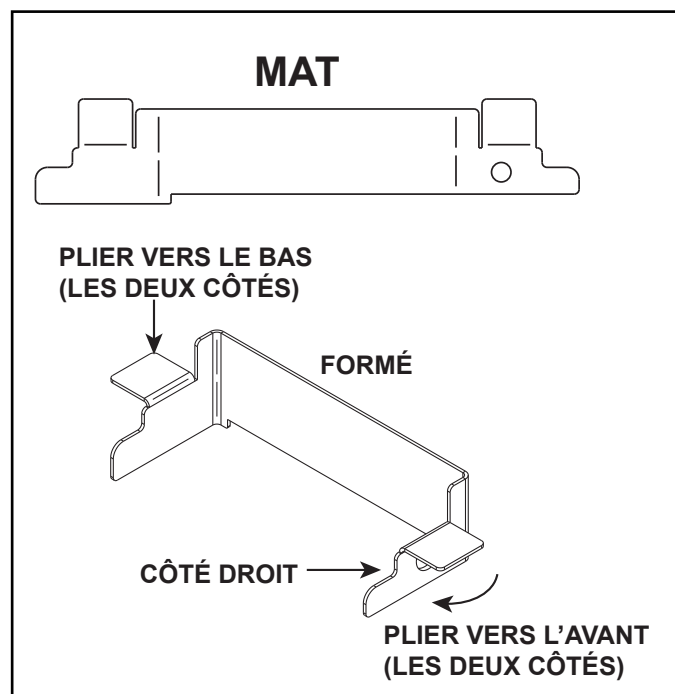

Figure 9.5 L'écran de protection de la veilleuse - plat et formé
3. Positionnez l'écran de protection de la veilleuse de remplacement de manière à ce que le trou se trouve sur le côté droit, comme illustré à la figure 9.5.
4. Pliez les mains gauche et droite vers l'avant à 90 degrés, comme indiqué à la figure 9.5.